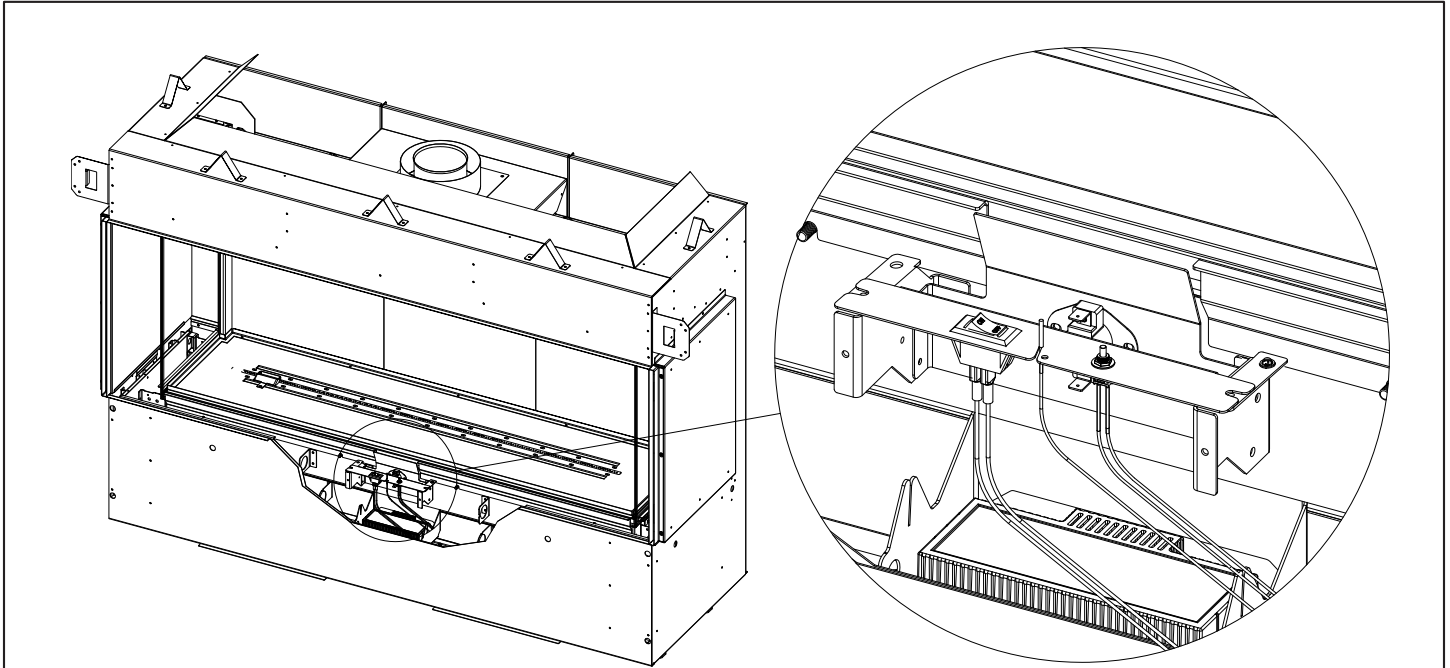

Figure 4.17 - Panneau d'interrupteurs
4. Retirez les (2) vis à métal qui retiennent le panneau d'interrupteurs. Soulevez ce panneau de son support de fixation et repérez les fentes dans les fixations du module de contrôle. Insérez le panneau d'interrupteurs dans ces fentes pour le tenir en place durant le retrait du panneau de contrôle. Figures 4.17 et 4.18.